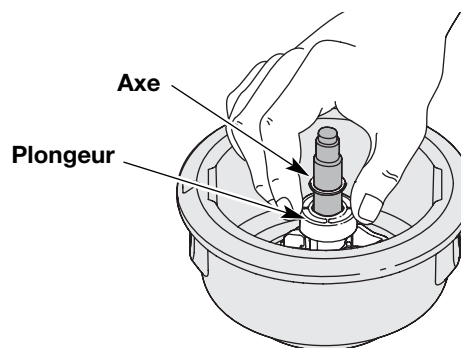

Fig. 22
5. Nettoyez l'axe et la surface intérieure de la bobine extérieure. Pour nettoyer l'axe dissimulé sous le plongeur, appuyez sur celui-ci (Fig. 22). Enlevez toute trace de saleté et de débris de l'axe.